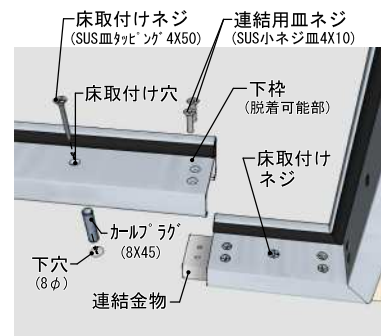

図2-3
- 2-3 四方枠の場合には、上記床面への取り付け穴の印の部分に8φ(深さ45mm以上)で下穴を開け、穴内の粉塵を取り除いた後、同梱のカールプラグ8X45を打ち込みます。(図2-3参照)
- 2-5 四方枠の下枠は床取り付けネジ(皿タッピング4X50)で、先に埋設したカールプラグに固定します。(図2-3,5参照)